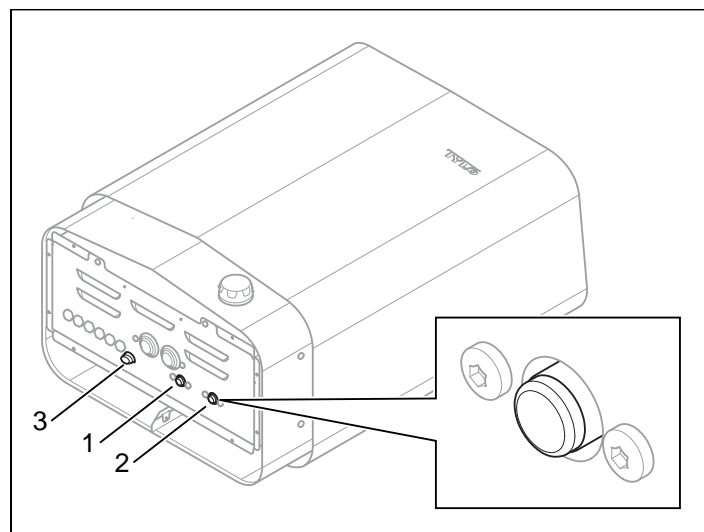

Рисунок 9: Сброс температурного выключателя
- **Резервуар для воды** - Температурный выключатель в резервуаре предназначен для защиты нагревательного элемента от выпаривания досуха. Под нагревателем расположена красная кнопка сброса, которая должна находиться в нажатом положении (см. Рис. 9). В случае срабатывания выключателя, кнопка зафиксирована в неподвижном положении и после перезапуска «отщелкнет».
- **Нагреватель** - Температурный выключатель в нагревателе предназначен для защиты компонентов, труб и деревянных конструкций в сауне от перегрева. Под нагревателем расположена красная кнопка сброса, которая должна находиться в нажатом положении (см. Рис. 9). В случае срабатывания выключателя, кнопка зафиксирована в неподвижном положении и после перезапуска «отщелкнет». В случае если срабатывания выключателя не произошло, то после перезапуска кнопка будет пружинить.